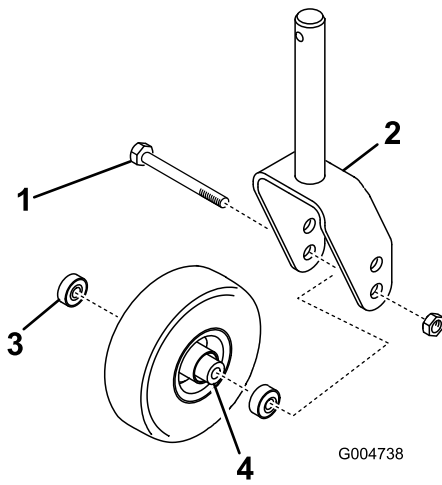
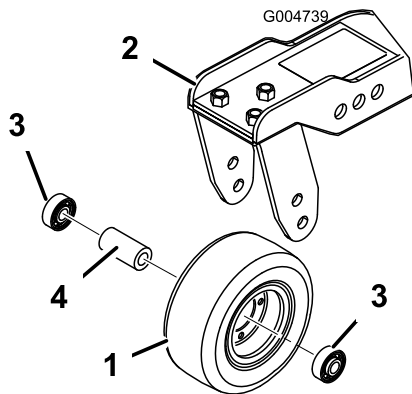

Figura 105
Figura 106
- Retire la contratuerca del perno que sujeta el conjunto de la rueda giratoria entre la horquilla (Figura 105) o al brazo de pivote (Figura 106).
2. Retire el cojinete de la rueda y deje que se caiga el suplemento del cojinete (Figura 105 y Figura 106).